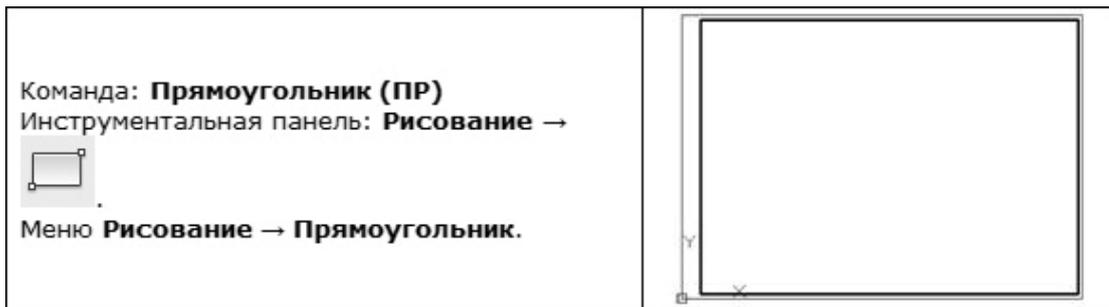

Рис. 27
4. Вычертить внутреннюю рамку формата А3 (рис. 27).